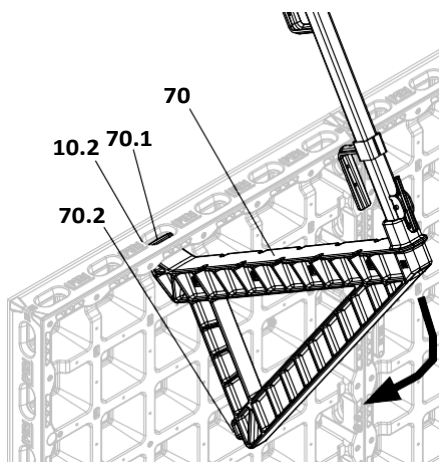

Fig. B4.02a
2. Вкарайте горния зъб (70.1) на конзолата в жлеба на елемента (10.2). (Fig. B4.02a)
(Fig. B4.02a + B4.02b)